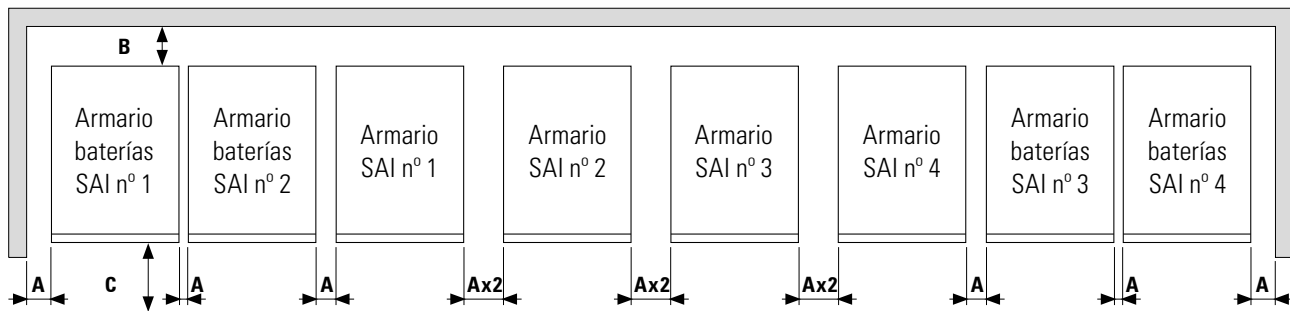

Fig. 37. Cotas mínimas para la ventilación de un sistema.
- En la Fig. 37 se representa un ejemplo de 4 equipos en paralelo con su respectivo armario de baterías. Para sistemas de menos unidades actuar en consecuencia según cada caso.